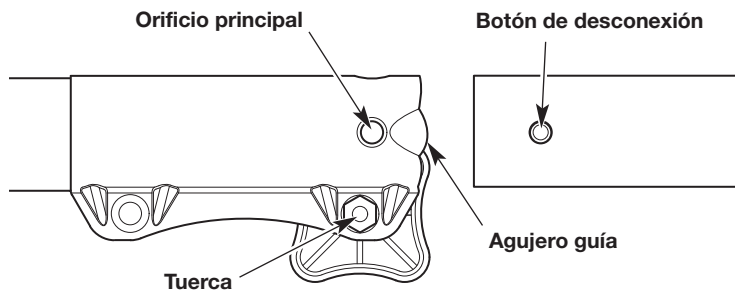

Fig. 5
4. Alinee el botón de liberación con el embutimiento de la guía (Fig. 5).
5. Presione el accesorio directamente dentro del acoplador hasta que el botón de liberación encaje a presión firmemente del orificio principal (Fig. 5).
6. Gire la perilla en el sentido de las agujas del reloj para apretar el acoplador (Fig. 5).
NOTA: No ajuste demasiado la tuerca (Fig. 5).
3. Oprima y mantenga apretado el botón de liberación (Fig. 5).